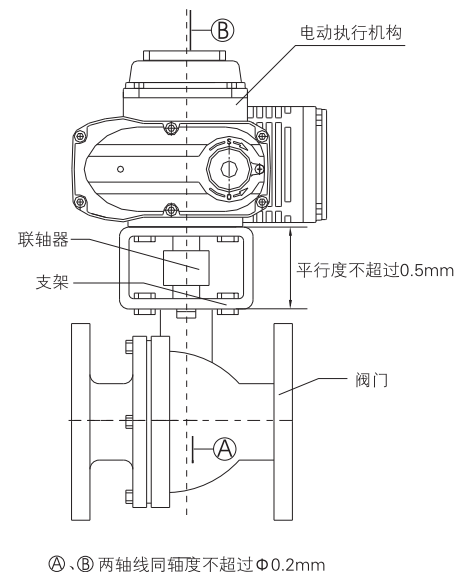

图4
- 支架、联轴器应由专业机构技术人员设计加工并应符合 (图4) 的标注要求。